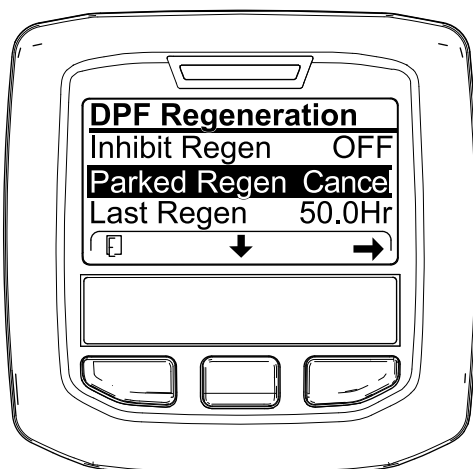
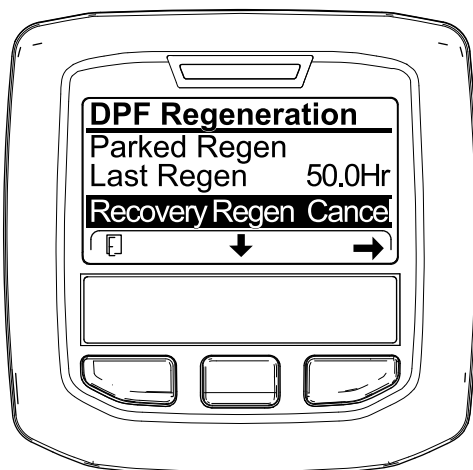

図 61
図 62
1. DPF 再生メニューにアクセスする 図 61。
2. 中央ボタンを押して下へスクロールし、駐車再生キャンセル PARKED REGEN CANCEL (図 61) またはリカバリ再生キャンセル RECOVERY REGEN CANCEL を選ぶ 図 62。
3. 右ボタンを押すと再生キャンセルに Regen Cancel に入る 図 61 または 図 62。